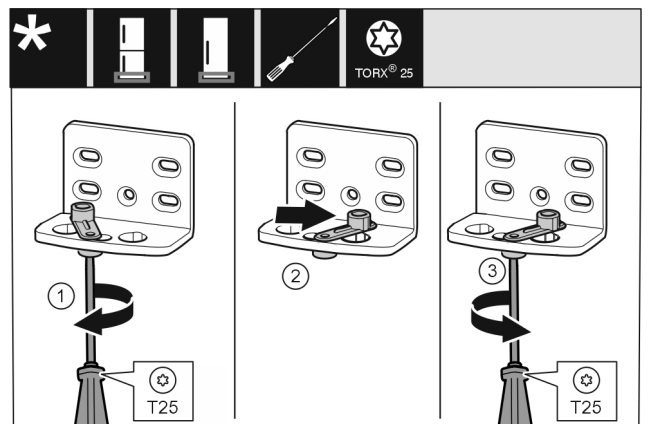

Fig. 11
- ▶ Keerake kruvi kruvikeerajaga T25 lahti. Fig. 11 (1)
- ▶ Tõstke ukse sulgemisabi üles ja pöörake 90° võrra paremale avasse. Fig. 11 (2)
- ▶ Keerake kruvi kruvikeerajaga T25 kinni. Fig. 11 (3)